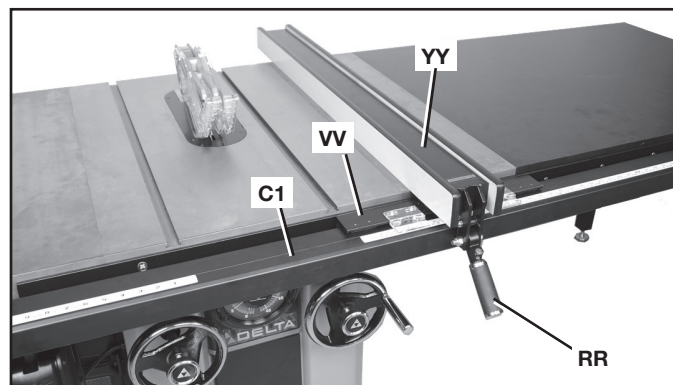
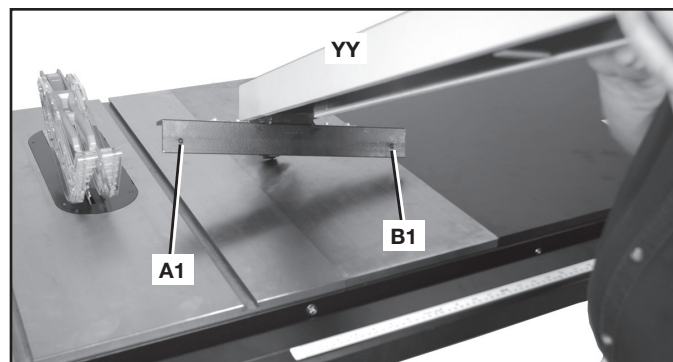

FIG. 24
FIG. 25
Quand la poignée de verrouillage du guide (RR) fig. 24 est en position basse, la traverse du guide (VV) devrait être bien serrée sur le tube du guide (C1).
Si la traverse du guide (VV) fig. 24 n'est pas bien serrée sur le tube du guide (C1) quand la poignée est abaissée, comme dans l'illustration, lever la poignée (RR), soulever le guide du tube du guide et tourner le guide comme l'illustre la fig. 25.
Si le guide a trop de jeu, serrer légèrement les deux vis de réglage (A1) fig. 25 et (B1).
Si le guide est trop serré, desserrer les deux vis (A1) et (B1) de la fig. 25.
Replacer le guide sur le tube du guide (C1) fig. 24 et vérifier de nouveau si la traverse du guide est bien serrée sur le tube du guide lorsque la poignée de verrouillage (RR) est abaissée. Régler de nouveau le cas échéant.
REMARQUE : vérifier encore une fois le guide (YY) fig. 24 et s'assurer qu'il est toujours parallèle à la rainure pour guide d'onglet.